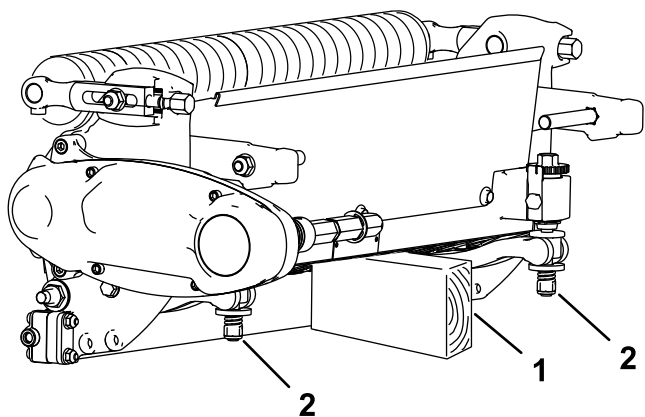

Рисунок 11
- Установите опору под заднюю часть режущего блока, снятого с машины, чтобы гайки, установленные с обратной стороны регулировочных винтов планки неподвижного ножа, не упирались в рабочую поверхность (Рисунок 11).